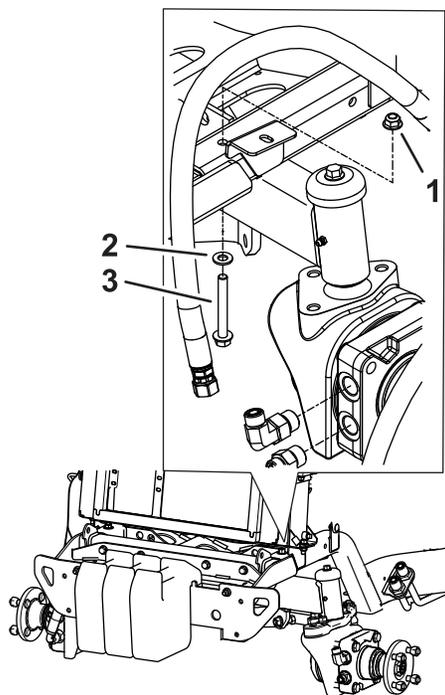

Figura 6
10. Rimuovete il dado e il bullone esistenti sotto il radiatore che fissa la staffa del paraurti (Figura 6).